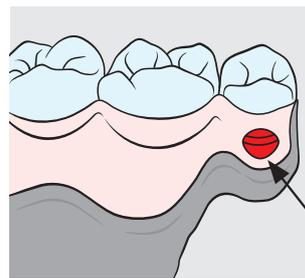

Fig. 4
8. Forer si possible un trou à travers le corps de la prothèse pour l'évacuation de la résine (Fig. 4).